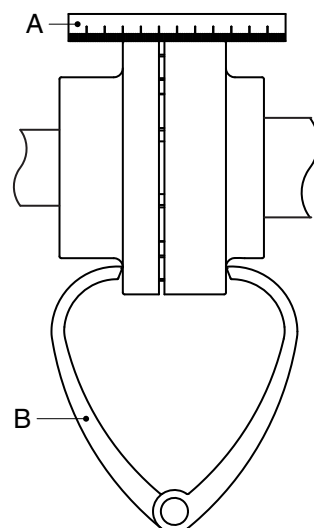

Figure 4: *Alignement de l'accouplement à l'aide d'une règle et d'une paire de compas d'épaisseur externes.*
- 1 Placez une règle (A) sur l'accouplement. Placez ou déplacez autant de cales de cuivre que nécessaire pour que le moteur électrique se trouve à la hauteur appropriée afin que le bord droit soit en contact avec les deux demi-accouplements sur toute la longueur, voir figure 4.
- 3 Vérifiez encore l'alignement à l'aide d'une paire de compas d'épaisseur externes (B) en deux points diamétralement opposés sur les côtés des demi-accouplements, voir figure 4.